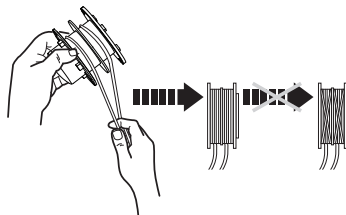

Fig. 17
7. Enrolle todos los hilos de corte con firmeza alrededor del carrete de corte (10d) en la dirección de la flecha (Fig. 17).